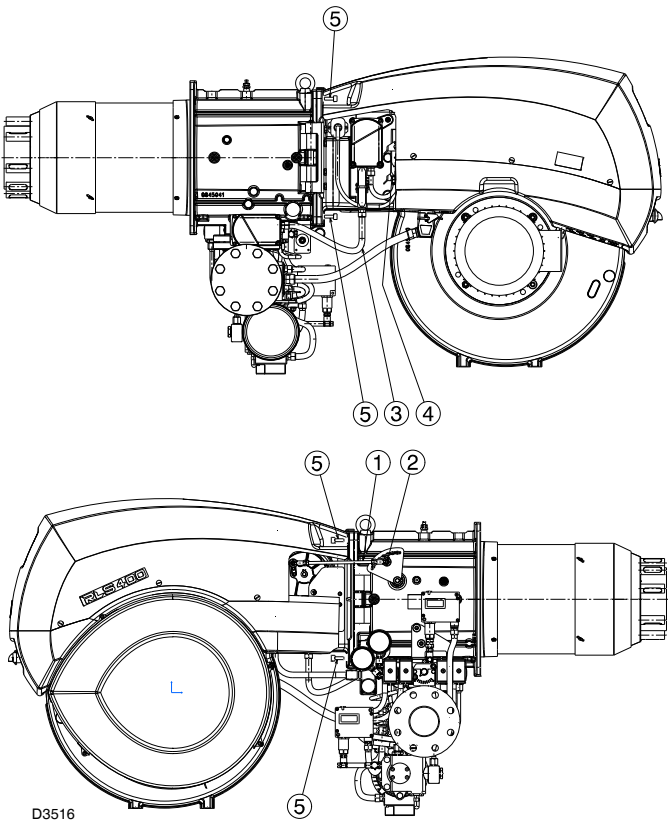

Fig. 41
- Enlever le tirant 1) (Fig. 41) du levier du mouvement de la tête, en desserrant l'écrou 2).